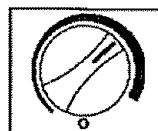

Fig. 15
- Lorsque le refroidissement maximum est atteint, placez l'ajoule du bouton de commande de la température à la position de 2 heures sur le cadran gradué (voir la Fig. 15).